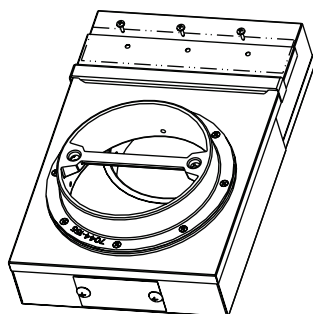

Figure 19.3
4. D coupez le joint   la longueur appropri e et glissez-le entre les chambres sup rieure et inf rieure en l'alignant avec les trous des vis. Fixez les chambres sup rieure et inf rieure avec les vis fournies (**Figure 19.3   la page 19**).